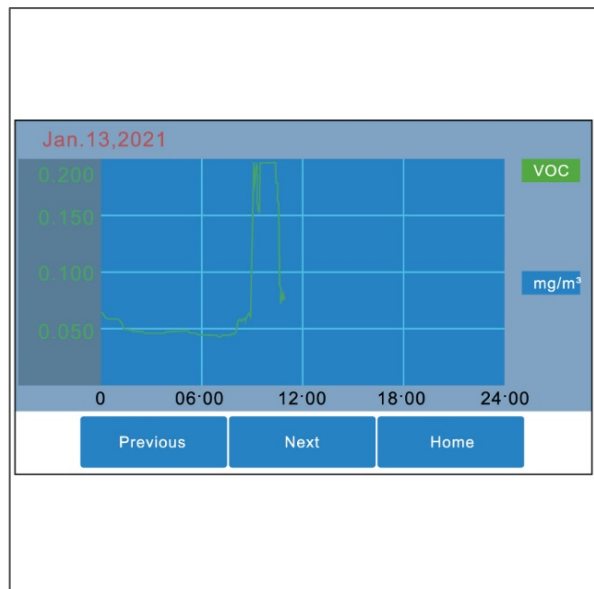

Figure 11
2. La vue d'ensemble des VOC s'affiche (Figure 11).